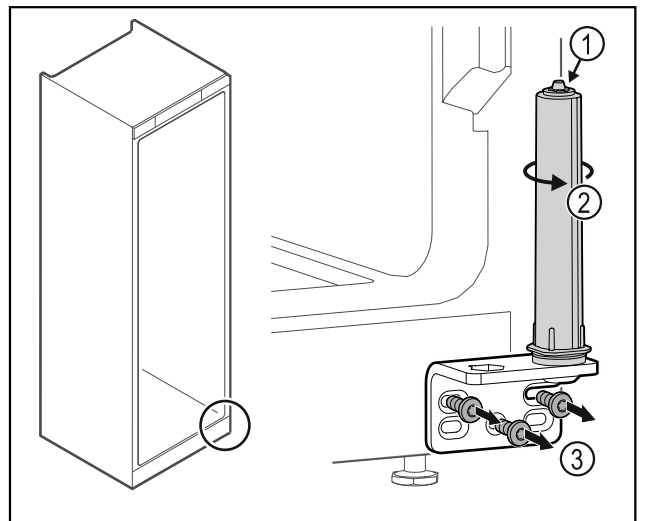

Fig. 23
- ▶ 请勿拆解关门系统 Fig. 23 (1)。
- ▶ 转动关门系统 Fig. 23 (2)，直至听到咔嚓声。
- ▶ 拧下合页角铁 Fig. 23 (3)。